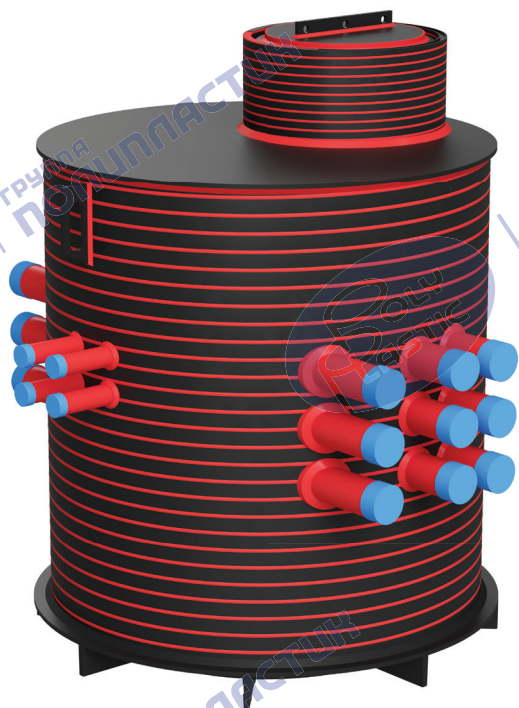

Рисунок 22 – Кабельный колодец ККСП-PRO
11.1.1 Соединение труб ЭЛЕКТРОКОР с кабельными полимерными колодцами ККСП-PRO (рисунок 22), изготавливаемых по ТУ 2291-007-73011750 [5], осуществляется через патрубки, специально подготовленные в заводских условиях (аналогично 7.1.1 и 7.1.2). Колодцы изготавливаются с выходами под кабельную трассу.